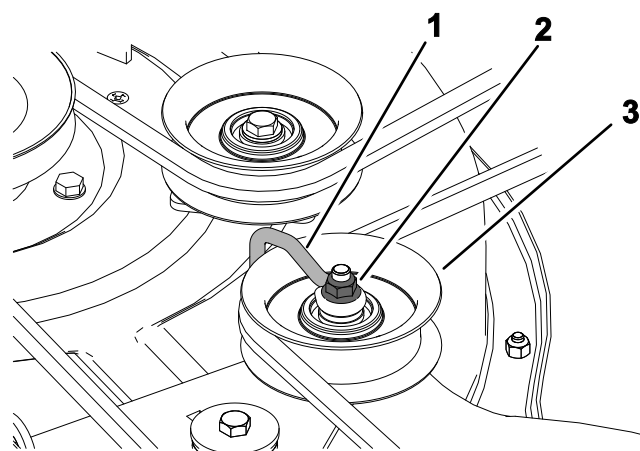

Figura 56
6. Para plataformas com três lâminas, desaperte a porca que fixa a forma de arame à polia intermédia (Figura 56).
- Nota:** Posicione a forma de arame contra o braço intermédio como se mostra na Figura 56.